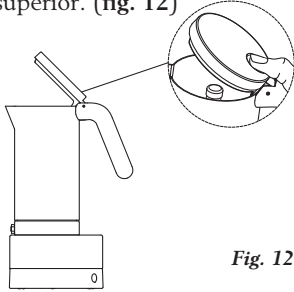

Fig. 12
- Levantar la tapa mediante la específica cavidad existente en la parte superior. (fig. 12)